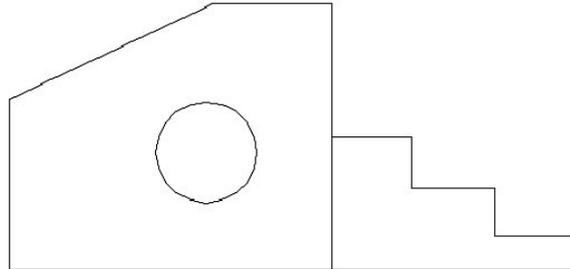

Figura 8.3- Desenho de referência para cotagem.
Antes de iniciarmos propriamente este item, é necessário que desenhemos alguns objetos na área de trabalho para servirem de referência aos comandos que serão apresentados nos próximos subitens. Dessa forma, utilizando o comando *LINE* e *CIRCLE*, desenhe objetos similares aos apresentados na figura 8.3.
3. Os parâmetros que serão mais utilizados e que poderão ser modificados são listados a seguir. Esses parâmetros são definidos em unidades de desenho. Modifique-os de acordo com o exemplo da figura 8.3:
5. Os parâmetros que serão mais utilizados e que poderão ser modificados são listados a seguir. Esses parâmetros são definidos em unidades de desenho. Modifique-os de acordo com o exemplo da figura 8.3.